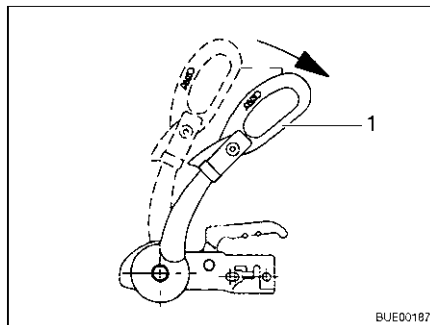

Bild 184 Stabilisierungsgriff
- Stabilisierungsgriff (Bild 184,1) öffnen.